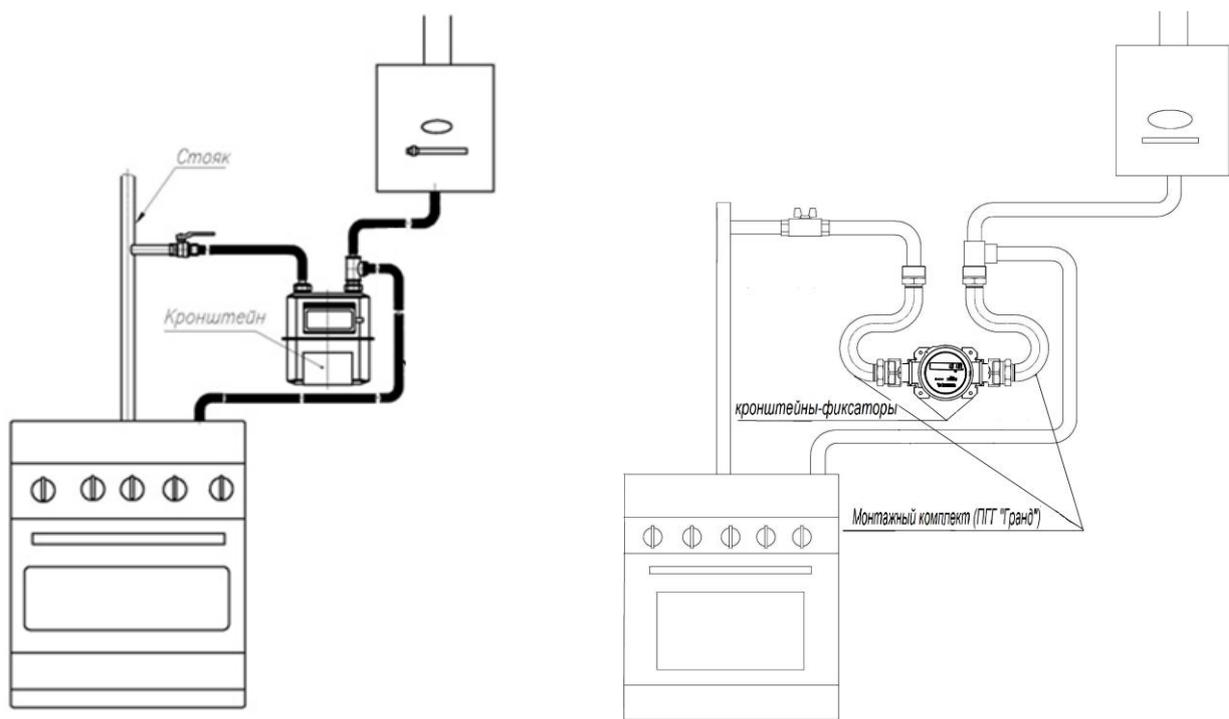

Рисунок 3
6.5 Схема замены мембранного счетчика на струйный с помощью МК (ПГГ «Гранд») (рисунок 3).